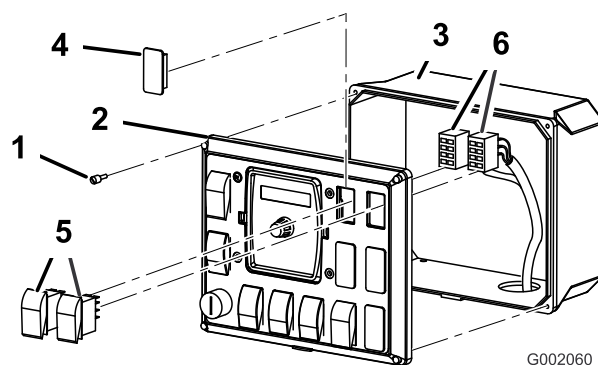

Figure 28
- Desserrez les 4 vis qui fixent le panneau avant au boîtier de commande (Figure 28).
- Déposez le panneau avant pour exposer l'intérieur du boîtier de commande (Figure 28).
- Soulevez et déposez les 2 caches du panneau de commande de pulvérisation sur le véhicule, et remplacez-les par les 2 interrupteurs à bascule fournis (Figure 28).